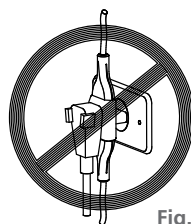

Fig. 9
- Em hipótese alguma, conectar outros aparelhos na mesma tomada [fig.9].